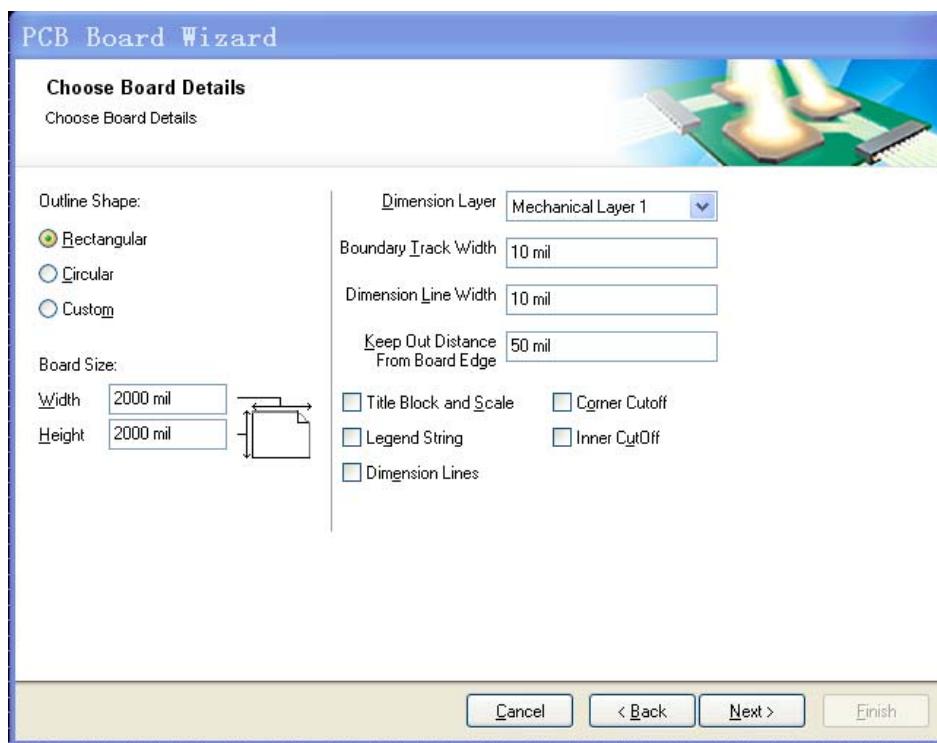

图3-9 PCB板形状设置
- ❖ 5. 在下一页，进入了自定义板选项。在本例电路中，一个2 x 2 inch的板便足够了。选择Rectangular并在Width和Height栏键入2000。取消Title Block & Scale、Legend String 和 Dimension Lines 以及 Corner Cutoff 和 Inner Cutoff复选框如图3-9。单击Next继续。